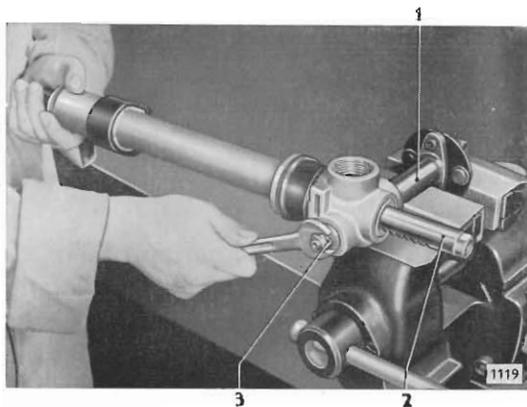

Bild 44 - Ritzel mit seinem Flansch im Schraubstock eingespannt
- Sechskantmutter (44/3) vom Ritzel abschrauben, Unterlegscheibe (45/2) und Scheibe mit Langloch (45/1) abnehmen. Um ein Beschädigen der Verzahnungen von Zahnstange und Ritzel in Endstellung zu vermeiden, ist zum Abschrauben bzw. Festziehen der Mutter das Ritzel mit seinem Flansch in den Schraubstock einzuspannen (Bild 44).
7. Neue Sechskantmutter für Ritzel auf ein Drehmoment von **1,5 mkg** festziehen. Hierbei Ritzel mit seinem Flansch in den Schraubstock einspannen (Bild 44). **Das Drehmoment von 1,5 mkg darf nicht überschritten werden**, da sonst Klemmscheinungen an der Lenkung auftreten können.